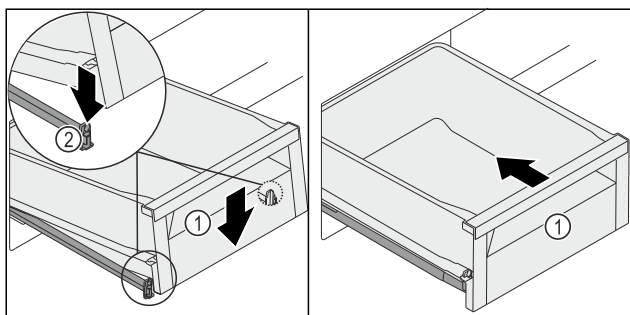

Fig. 120
- Abaisser l'avant du tiroir Fig. 120 (1) de manière à insérer le tiroir dans les languettes Fig. 120 (2) à gauche et à droite.
- Vous entendrez le tiroir Fig. 120 (1) s'enclencher.
- Pousser le tiroir Fig. 120 (1).